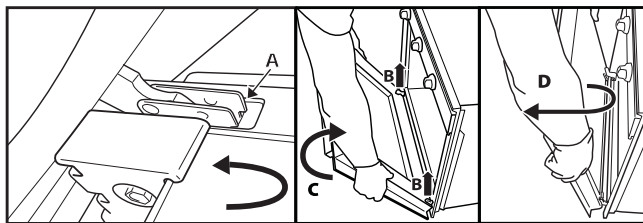

Fig. 2
- Lukk døren til den blokkeres (A), løft den opp (B) og sving den rundt (C) til den frigjøres (D) (Fig. 2).